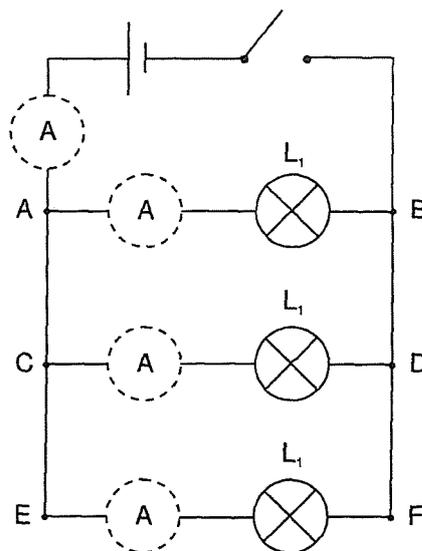

Figure 10.2
4.5. Réaliser le montage de la figure 10.2, **sans ampèremètre**. Fermer l'interrupteur. Connecter **correctement** le voltmètre (calibre 5 V)* successivement aux bornes de chacune des trois ampoules. Noter les valeurs des tensions U_1 , U_2 et U_3 aux bornes de chacune des trois ampoules.
| 4.5 à 4.9 | 3 ampoules L_1 en parallèle (figure 10.2) | | | | | | | |
5.4. La deuxième ligne du tableau permet d'établir une relation simple entre I , I_1 , I_2 et I_3 dans le montage de la figure 10.2. Laquelle?